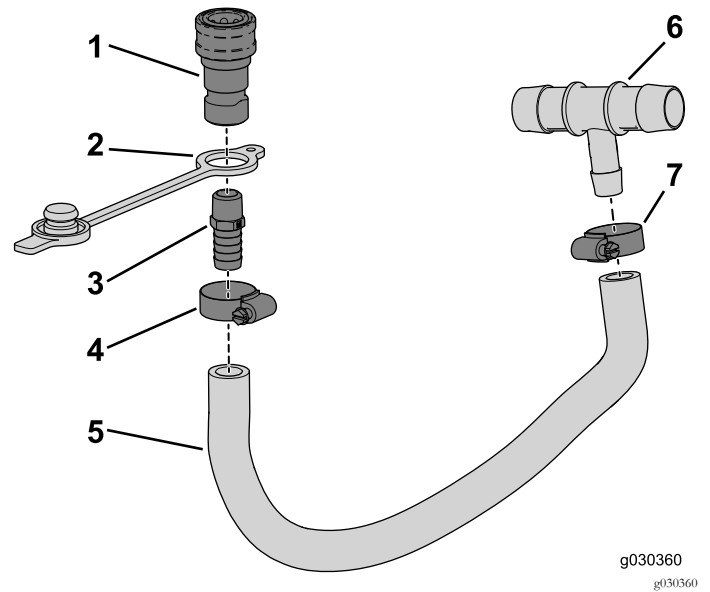

Figura 27
2. Enrosque a união reta ($\frac{3}{8}$ NPT x 5/8 estriada) no acoplador fêmea (Figura 27).
4. Deslize o bujão de resguardo por cima da extremidade estriada do conjunto (Figura 27).
6. Insira a extremidade estriada do conjunto no tubo e prenda-a com a braçadeira de tubos (Figura 27).
7. Insira a extremidade estriada da união em T no tubo e prenda-a com a braçadeira de tubos (Figura 27).